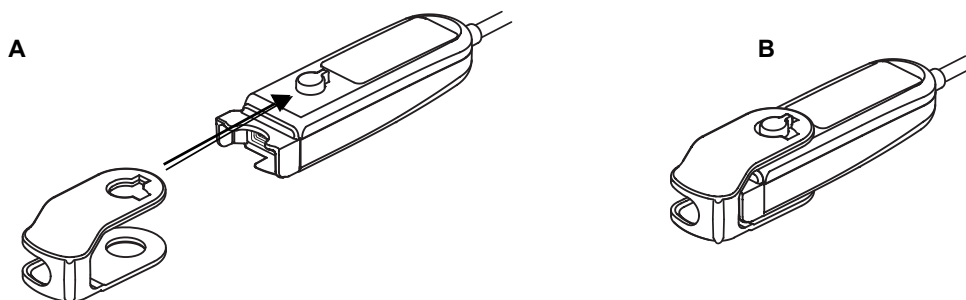

Figura 13: Substituição do mecanismo de bloqueio do processador de sinais
1. Alinhe a articulação do mecanismo de bloqueio com a extremidade do conector do processador de sinais (figura 13-A).
3. Encaixe o mecanismo de bloqueio no respectivo lugar (figura 13-B).